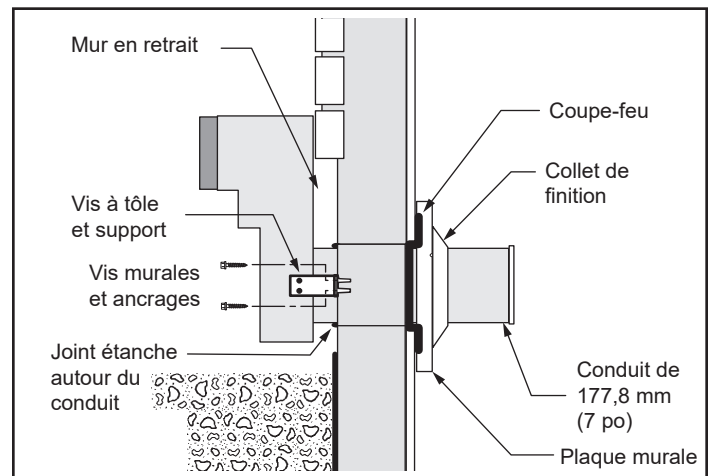
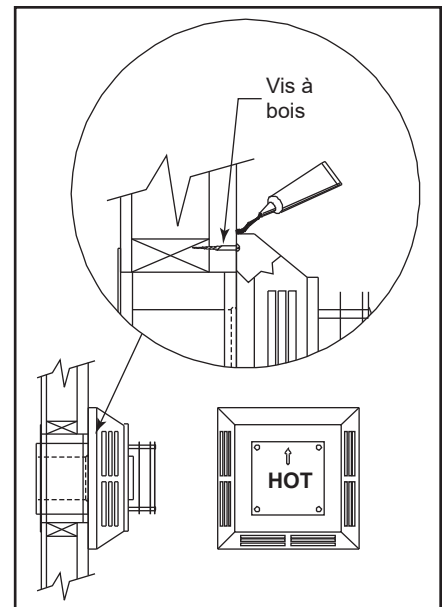
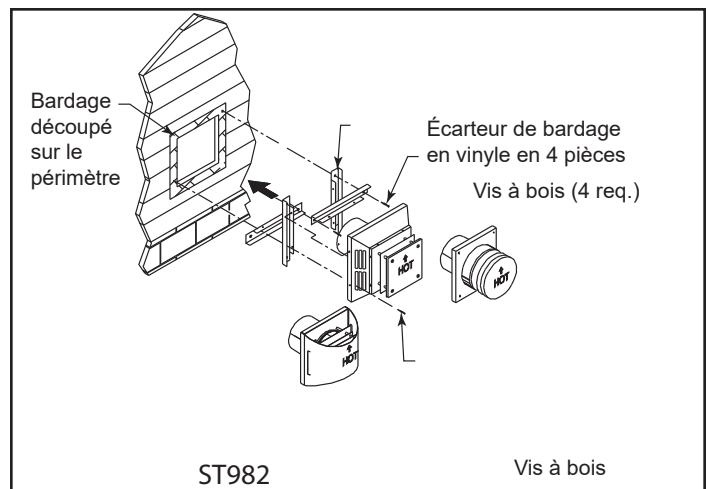

Figure 3.14 – Utilisation de supports de rallonge pour installer le schnorkel contre un mur en retrait
Figure 3.28
Figure 3.29
- Creusez le sol jusqu'à une profondeur d'environ 406 mm (16 po) sous la base du schnorkel. Installez un encadrement de soupirail (non compris). Remplissez ensuite le trou d'une couche de 305 mm (12 po) de gravier grossier en prenant soin de prévoir un dégagement d'au moins 102 mm (4 po) sous le schnorkel (figure 3.14).
- Si les fondations se trouvent en retrait, servez-vous de supports de rallonge (non compris) pour monter la partie inférieure du schnorkel. Installez d'abord les supports au mur, puis fixez-les au schnorkel au moyen de vis à tôle autotaraudeuses n° 8 x 1/2 po. Faites sortir le conduit de ventilation aussi loin que la face saillante du mur (figure 3.14).
**Étape 4** – Placez le chapeau de sortie horizontale au centre du trou encadré et fixez-le au mur extérieur à l'aide des quatre (4) vis à bois fournies. Avant de fixer le chapeau de la sortie de ventilation au mur extérieur, appliquez un cordon de mastic en silicone non durcissant autour des bords extérieurs pour sceller le chapeau au mur. La flèche sur la sortie de ventilation doit être orientée vers le haut. Assurez-vous que les dégagements par rapport aux matériaux combustibles sont corrects (figure 3.28).
1. Les quatre (4) vis à bois fournies doivent être remplacées par des attaches appropriées pour briques, béton ou autres types de bardage.
2. Pour les bâtiments avec bardage en vinyle ou en stuc, un autre composant doit être utilisé entre le chapeau de la sortie horizontale et la surface du mur. Les écarteurs de bardage en vinyle empêchent un chauffage excessif qui pourrait faire fondre le vinyle. Ces écarteurs ne sont pas nécessaires lorsque des schnorkels sont utilisés. Dans le cas des installations sur des bardages en vinyle, un écarteur de bardage en vinyle de 4 pièces doit être assemblé et installé entre le chapeau de la sortie murale et le bardage du mur extérieur (figure 3.29). Le vinyle doit être coupé de façon à former un trou plus grand que les bords extérieurs de l'écarteur assemblé.
**IMPORTANT :** Vous devez assembler les quatre (4) pièces constituant l'écarteur de bardage en vinyle sur le chapeau de la sortie horizontale dans un ordre bien précis afin de prévenir toute infiltration d'eau. Assemblez sans serrer les quatre pièces, dans l'ordre, autour de la base du chapeau de la sortie horizontale. Placez la première des quatre pièces le long du bord supérieur du chapeau, puis, à l'aide de deux (2) vis par côté, fixez chaque pièce dans les trous prépercés des deux côtés du chapeau, puis fixez la dernière pièce au bord inférieur du chapeau. Serrez toutes les vis et installez le chapeau, avec les quatre (4) pièces attachées, directement sur le mur, à l'aide des quatre (4) vis de 64 mm (2-1/2 po) fournies (figure 3.29).
3. Lorsque vous traversez un mur de stuc, installez un contre-solin. Le contre-solin permet au stuc ou aux autres matériaux d'être finis directement sur les côtés du chapeau de sortie. Fixez d'abord les contre-solins à la base du chapeau de sortie horizontale à l'aide des petites vis fournies, puis montez le tout sur le mur à l'aide des quatre (4) vis à bois fournies de 64 mm (2-1/2 po).
**Étape 4** – Avant de raccorder vos sections de conduit horizontales au chapeau de sortie horizontale, faites glisser le manchon d'emboîtement mural sur la section de conduit la plus proche du côté intérieur du mur (figure 3.14).